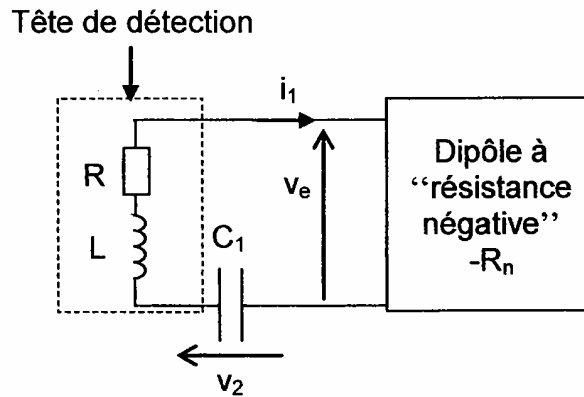

Figure 6
On associe le dipôle RLC_1 étudié dans la partie B.2.1. au dipôle à résistance négative de la partie B.2.2.. Le montage est représenté sur la **figure 6**.
- a) On règle R_n de façon à obtenir $R_n = R$. Simplifier alors le schéma de la **figure 6**.